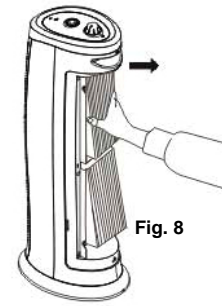

Fig. 8
2. Pour retirer le filtre permanent HEPA, agrippez ses côtés et tirez-le vers l'extérieur. (Fig. 8)